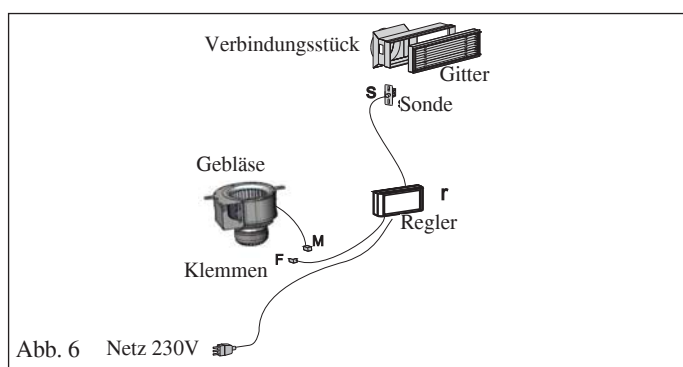
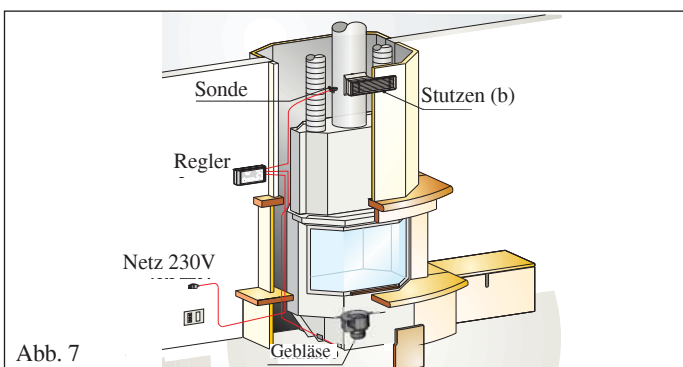

Abb. 6 Netz 230V
Abb. 7
- Die beiden Verbinder M und F anschließen (Abb. 6).
- Das Versorgungskabel vom Regler (r - Abb. 6) bis zu einer Steckdose legen.
- Das Kabel mit der Sonde (s - Abb. 6) hingegen wird bis zu einem der Stutzen (b - Abb. 7) am normalerweise auf der Rauchfangverkleidung sitzenden Warmluftausgang verlegt.